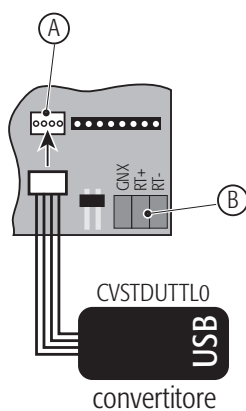

Fig. 2.8
I parametri di funzionamento di EVD⁴, compreso l'indirizzo di rete, risiedono in EEPROM, per modificarne i valori è necessario accedere alla porta seriale di servizio utilizzando il software EVD4-UI: collegare l'apposito convertitore (CVSTDUTTLO o CVSTD0TTLO) alla porta seriale di servizio (Fig. 2.8) e ad un PC dotato di porta USB o seriale RS232, quindi lanciare il collegamento "EVD4_UI Address" come descritto in "APPENDICE I - Installazione ed uso del programma EVD4-UI" ed impostare il parametro Net address, nel riquadro in alto a destra dell'interfaccia, alla voce "Network address" apparirà il nuovo valore dell'indirizzo. Se non alterato dall'utente, il parametro Net address avrà i seguenti default:
- 2) Localizzare il connettore bianco a 4 vie ed inserire il cavetto apposito del convertitore (Fig. 2.8).